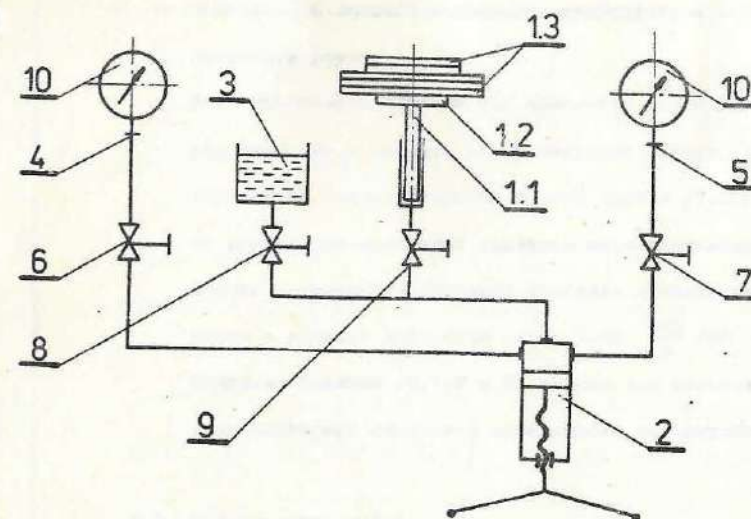

Рис. 2. Гидравлическая схема манометра MTU
4.2. Принцип действия /рис. 2/
- перед каждым снятием измерительных грузов с основного груза следует снизить давление в гидравлической системе до нуля, поворачивая рукоятку масляного насоса 2 /рис. 2/ влево до тех пор, пока измерительной поршень не опустится в исходное положение;
- открыть запорный клапан 8 /рис. 2/ уравнительного масляного бачка /3/, повернув рукоятку клапана влево
- Закрывать клапан 6 и 7 /рис. 2/ манометрических гнезд 4 и 5 путем поворота рукояток клапанов вправо до отказа;